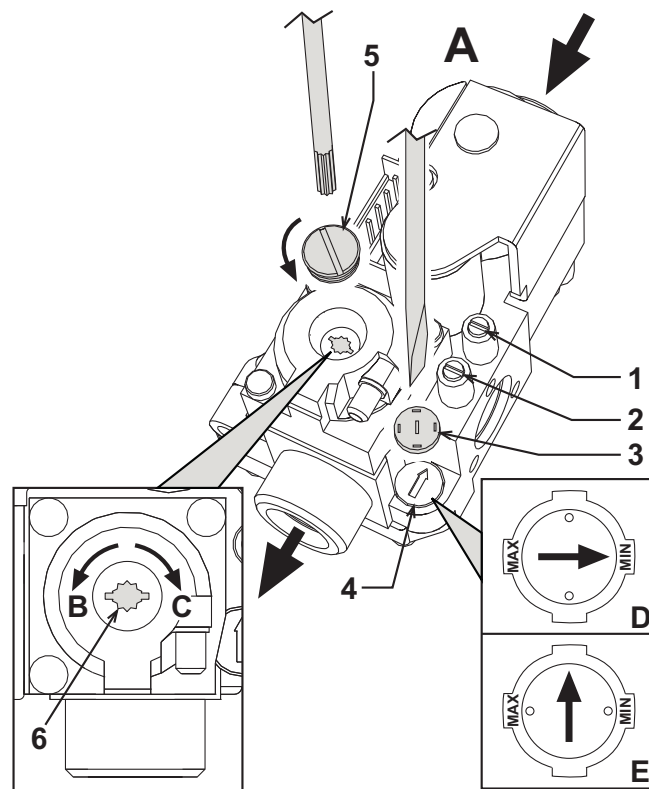

рис. 17 - Регулирование давления
На котле PEGASUS D можно регулировать тепловую производительность топки и, следовательно, тепловую мощность, передаваемую воде системы отопления; это делается исключительно путем регулировки основной горелки с помощью газового вентиля (см. рис. 17). На графиках, приведенных в параграфе сар. 5.2, показано изменение передаваемой воде тепловой мощности в зависимости от изменения рабочего давления горелки. Возможность приведения мощности котла в соответствие с реальными потребностями отопления означает, прежде всего, снижение потерь и экономию топлива. Кроме того, при регулировке мощности, регламентированной также стандартом, котлы сохраняют значения КПД и характеристики сгорания почти без изменений.
1. С помощью небольшой отвертки снимите защитный колпак 5 вторичного привода газового вентиля рис. 17.
2. Подключите манометр к клемме давления 2 (рис. 17), расположенной после газового вентиля, затем переведите ручку термостата котла на максимум.
3. Регулируйте давление с помощью винта 6 (рис. 17) на желаемое значение, руководствуясь диаграммами, приведенными в параграфе сар. 5.2.
2. Снимите с газового вентиля маленький защитный колпачок 3 (рис. 17). С помощью маленькой отвертки регулируйте "СТУПЕНЬ" розжига как на упаковке, так и на табличке номинальных данных агрегата (G20-G25 положение D рис. 17 или G30-G31 положение E рис. 17); установите на место защитный колпачок.
- Спустите воздух из газопроводных труб через штуцер отбора давления 1 газового вентиля (рис. 17).